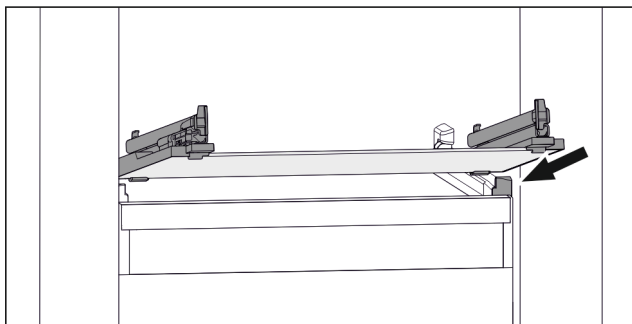

Fig. 98 Exempel på glashylla
- ▶ Sätt på glashylla i vinkel bakom stoppklackarna. (se Fig. 98)